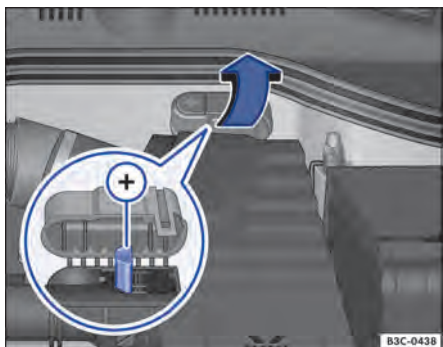

Fig. 257 No compartimento do motor: ponto de auxílio à partida (+).
- Se necessário, abrir a cobertura da bateria no compartimento do motor ⇒ Página 329 ou dobrar a capa do ponto auxiliar de partida ¹⁾ para o lado no sentido da seta ⇒ Fig. 257.
- Conectar uma extremidade do cabo auxiliar de partida *vermelho* ao polo positivo ⇒ Fig. 258 ⊕ ou ⇒ Fig. 257 ⊕ do veículo com a bateria do veículo descarregada ① ⇒ ⚠.
- Conectar a outra extremidade do cabo auxiliar de partida *vermelho* ao polo positivo ⊕ da bateria do veículo fornecedora de corrente ②.